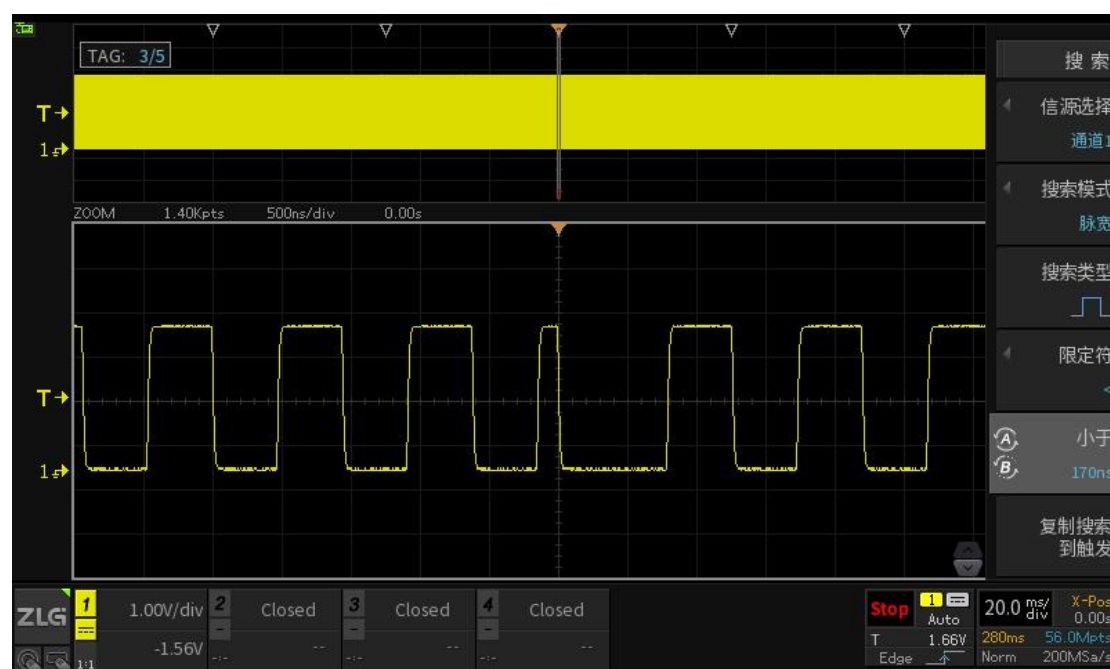

图 13-8 搜索结果放大
- 7、点击【Stop】，在停止状态下，将水平时基慢慢调小即顺时针旋转旋钮 A 调节到可清楚看见搜索的毛刺信号位置，如图 13-8；